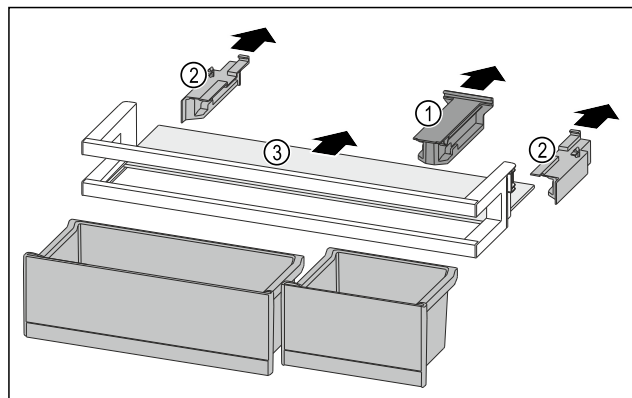

Fig. 117
- Dra ut fästdelen Fig. 117 (1).
- Dra av sidodelarna Fig. 117 (2).
- Ta ut dörrfacket Fig. 117 (3).